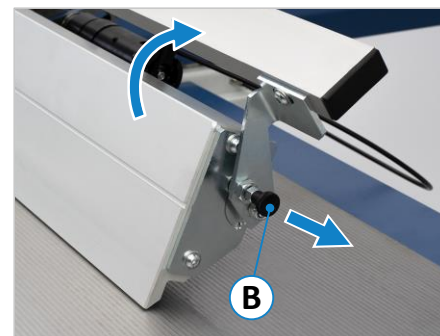

Figure 23 : butée auxiliaire
- En cas de non-utilisation, tirer le boulon d'arrêt (B) vers l'extérieur, faire pivoter la butée auxiliaire vers le haut (voir ⇒ Figure 23) et réenclencher le boulon d'arrêt (B).